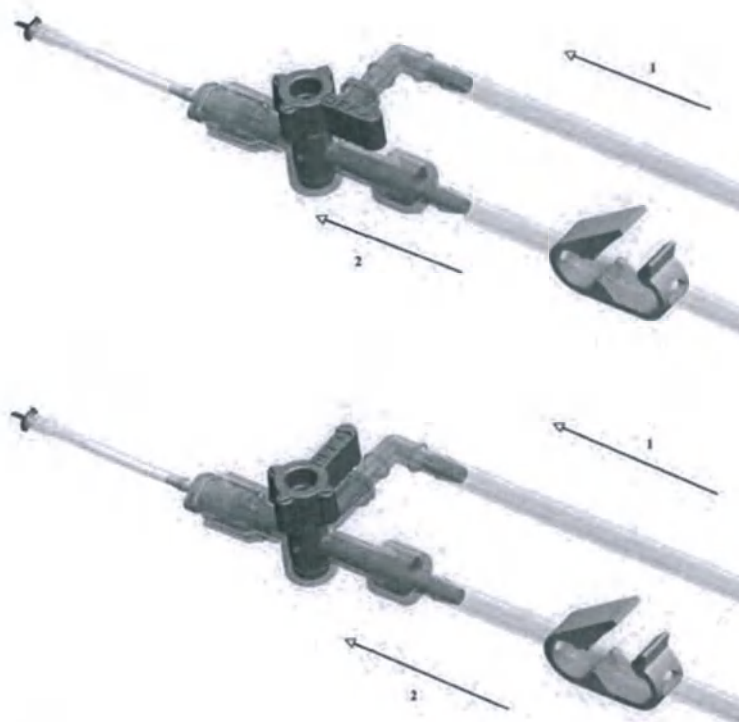

рис. 4.15. Управление двухходовым запорным краником для обмена Жидкость/Воздух.
4. Поверните клапан запорного краника для остановки потока ирригационного раствора и запуска потока воздуха, как показано на рис. 4.15 (верхнем). (Операционная медсестра)